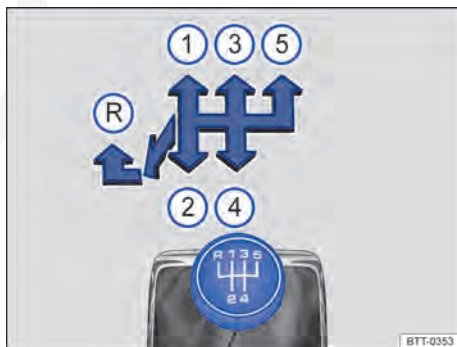
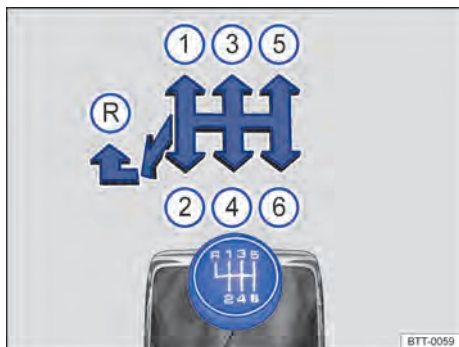

Fig. 179 Esquema de troca de marchas da transmissão manual de 5 marchas.
Fig. 180 Esquema de troca de marchas da transmissão manual de 6 marchas.
As posições de cada marcha estão representadas na alavanca da transmissão → Fig. 179 ou → Fig. 180.
- Empurrar a alavanca de troca de marcha totalmente para a esquerda e depois para frente até a posição da marcha a ré → Fig. 179 Ⓜ ou → Fig. 180 Ⓜ.